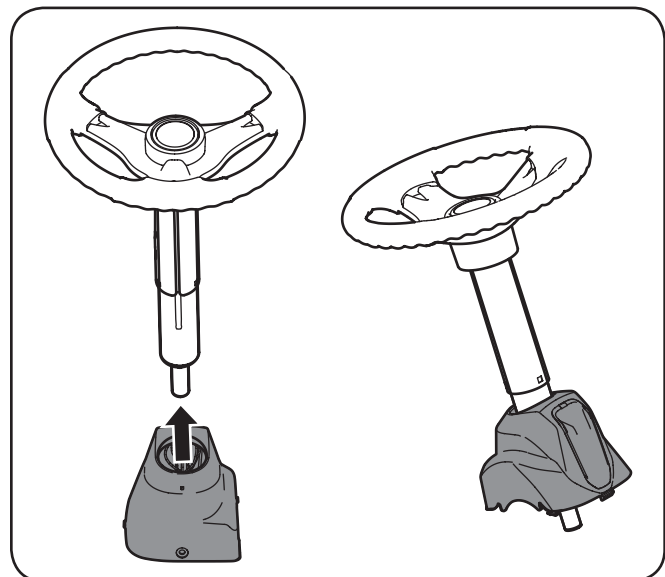

Figura 3-2
1. Deslice la tapa del pedestal sobre el eje de la dirección de manera que cuando se instale dicho eje en el tractor, la tapa del pedestal quede vertical como se indica en la Figura 3-2.